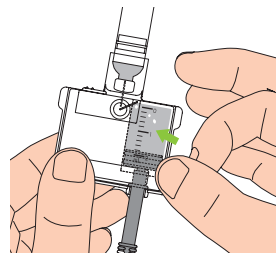

Abbildung 59
4. Tippen Sie auf die Seite des Reservoirs, um zu bewirken, dass Luftblasen zum oberen Rand des Reservoirs aufsteigen (Abbildung 59).